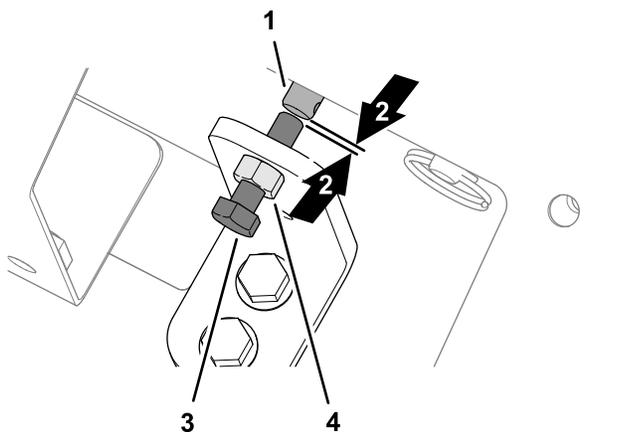

图 38
1. 松开手动超控支架上的锁紧螺母图 38。
2. 逆时针旋转用作阀超控装置的六角头螺丝直至您看到螺丝末端与输送带速度螺线管阀杆之间有一个小间隙图 38。
3. 拧紧锁紧螺母图 38。